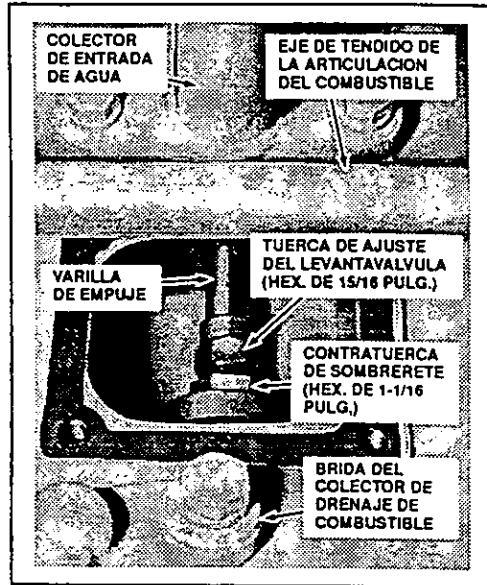

Figura 68. Barra de ajuste de la bomba.
6. Revise que las líneas rayadas sobre los costados de la ventanilla de puesta a tiempo de la bomba de inyección de combustible para el conjunto que se esta trabajando, estén alineadas exactamente con el borde superior del seguidor del embolo. En caso contrario ajuste la tuerca ajustadora de la bomba de inyección de combustible en el conjunto que se esta trabajando hasta que las marcas de las rayas se alineen (ver figura 68). Fije la tuerca ajustadora de la válvula y vuelva a revisar el alineamiento de las marcas de puesta a tiempo de la bomba.